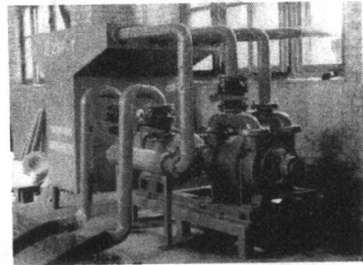

图 1-10 五面空砂箱
(3) 五面空砂箱：五面空砂箱虽然制造比较麻烦，成本较高，但是它的抽气效果比较好。沈阳中世机械电器设备厂提供的砂箱是五面空砂箱，见图 1-10。